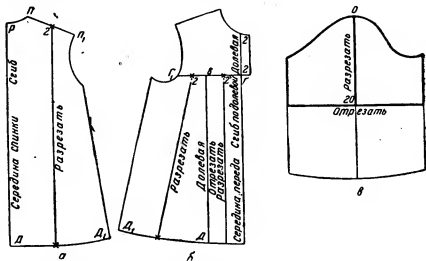

Рис. 167. Нанесение линий фасона платья со вставным клешевым передом:
**Спинка.** Линию плеча (рис. 167, а) от точки П до точки П1 делят на две равные части и обозначают точкой деления. От точки деления вниз по вертикальной линии откладывают 2 см (для всех размеров). Низ изделия от точки Д до точки Д1 делят на две равные части и обозначают точкой деления, которую соединяют по линейке с точкой 2.
**Полочка.** От точки Г (рис. 167, б) по линии груди влево откладывают 8 см (для всех размеров). От точки 8 вниз проводят параллельно середине переда вертикальную линию до низа изделия и обозначают буквой Д.
Рукав. От точки О вниз (рис. 167, в) откладывают 20 см (длина рукава). Через точку 20 проводят горизонтальную линию разреза длины рукава. Вертикальная линия от точки О до точки 20 является линией разреза.